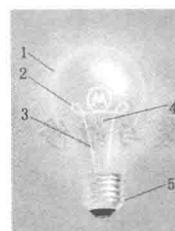

图 1-2 白炽灯构造
(1) 白炽灯构造和文字符号如图 1-2 和图 1-3 所示。白炽灯按其出线端区分，有螺口式(图 1-4)和插口式(图 1-5)两种。
(2) 白炽灯的缺点是其热发光只有极少一部分转化为有用的光能，其寿命跟灯丝的温度有关，一般寿命在 1000h 左右，且颜色单一。